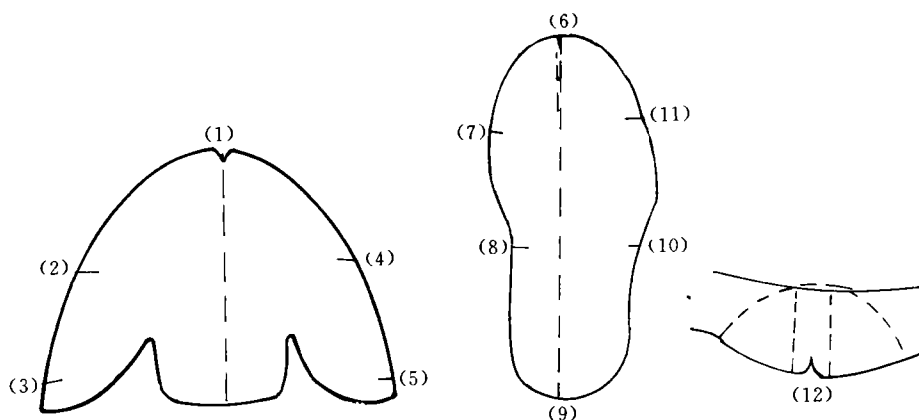

图5 鞋帮部件标准口
首先要认识和掌握鞋帮与中底布上的定位点(标准口)。鞋帮部件标准口如图5所示。图5中(1)与(6)分别是前帮与中底前端标准口; (9)与(12)分别是中底与后帮后端点标准口; (2), (4), (7), (11)分别是前帮跖趾与中底跖趾部位的标准口; (3), (5), (8), (10)分别是前帮腰窝与中底腰窝部位的标准口。